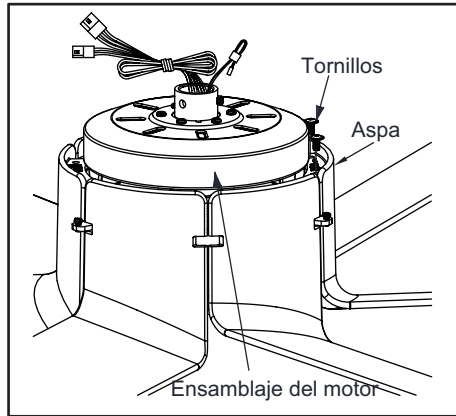

Figura 6
3. Voltea el ventilador con el lado derecho hacia arriba como se muestra. Aprieta las aspas al volante instalando los tornillos en el lado del volante. (Figura 6)
4. Comprueba que todos los tornillos estén firmemente apretados. (Figura 6)